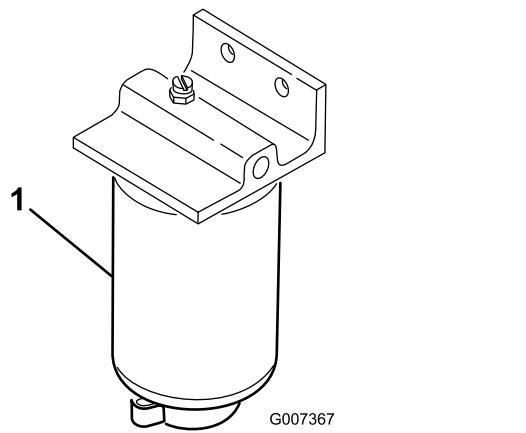

Figura 47
1. Coloque um recipiente limpo debaixo do filtro de combustível (Figura 47).
2. Limpe a zona de montagem do filtro (Figura 47).